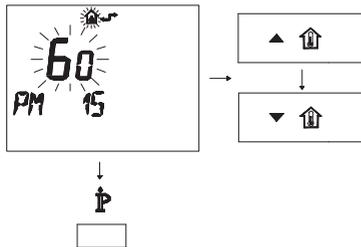

Figura 5.34
- Modificare il SET programmato agendo sui pulsanti ▲⬆️ o ▼⬆️ fino a visualizzare un **set di 60**, aspettare che il numero programmato cominci a lampeggiare (Figura 5.34)